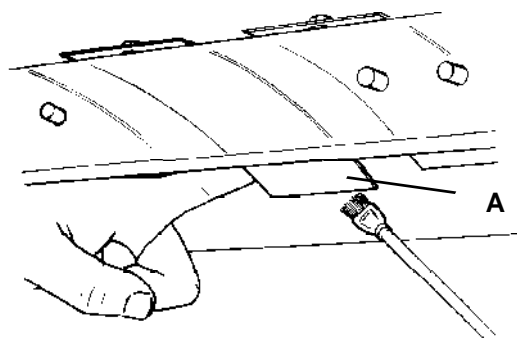

fig. 40
- Clean spring inside and outside (fig. 40/A).
- Proceder a la limpieza de la zona interior y exterior de la lengüeta (fig. 40/A).
- Nettoyer la zone intérieure et extérieure de la lamelle (fig. 40/A).